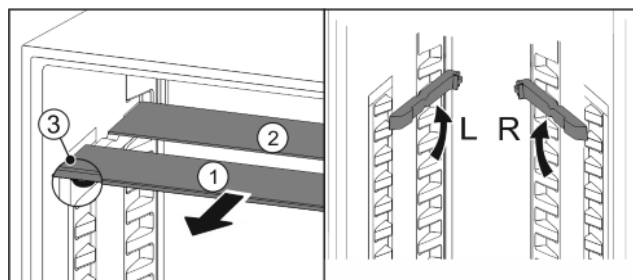

Fig. 18
- Glasplaten afzonderlijk vanaf de voorkant eruit trekken Fig. 18 (1).
- ▷ Glasplaat Fig. 18 (1) met de uittrekaanslagen bevindt zich aan de voorkant.
- ▷ Aanslagen zijn naar onder gericht Fig. 18 (3). Apparaten met vriesvak.*